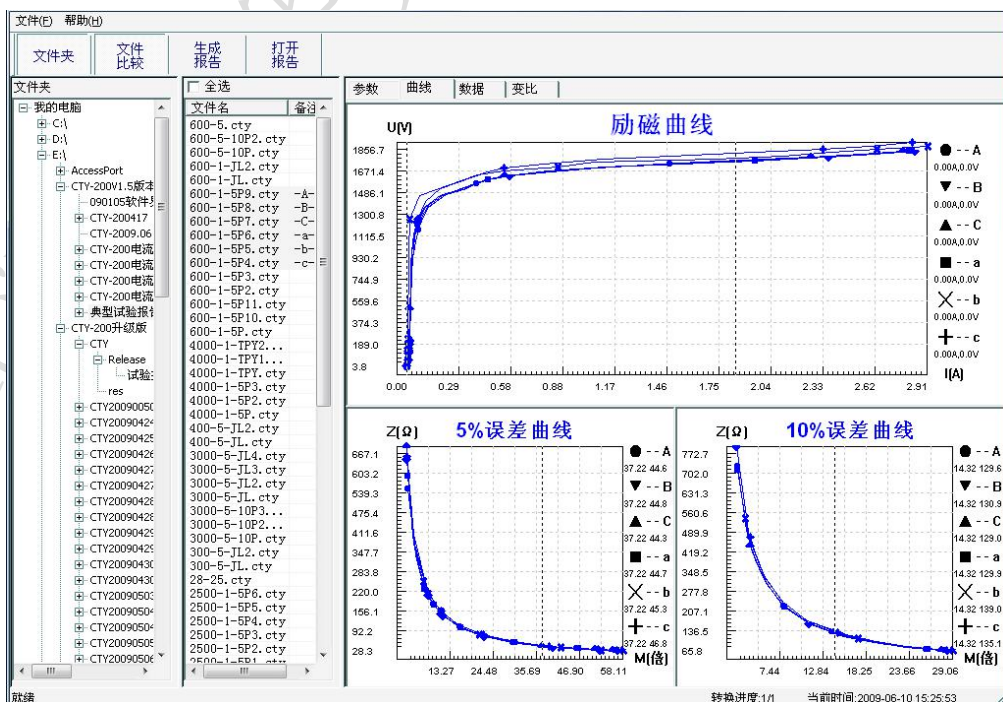

图 3.7 多个文件合并转换时曲线界面
1、选择文件：按下**文件比较**，用鼠标左键选择多个文件（鼠标右键取消选定），选定的文件会在备注栏中标注 A、B、C、a、b、c 字母，并在**曲线页**中显示多条曲线进行比较，如图 3.7。